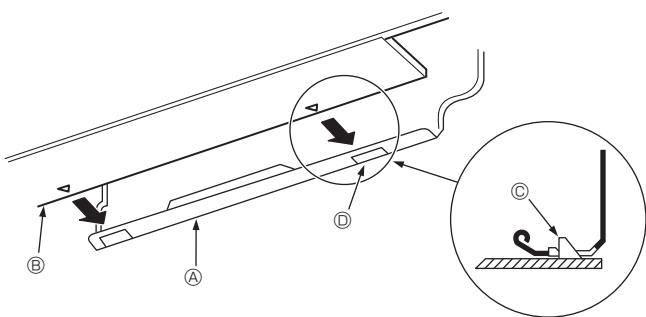

Рис. 3-15
- Устанавливая трубы хладагента и дренажа в отверстие на стене (муфту), подвесьте верхнюю часть внутреннего блока к монтажной плате ①.
- Закрепите блок, вдвинув его нижнюю часть в монтажную плиту ①. (Рис. 3-15)
- \* Убедитесь, что нижние фиксаторы внутреннего блока надежно встали в монтажной плате ①.
- Ⓐ Монтажная плита ①